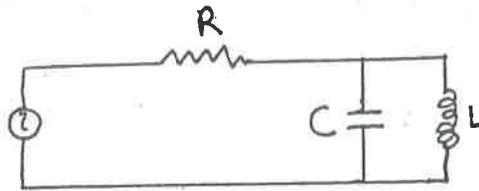

FIGURA 2
5.- El generador de un circuito suministra una corriente de voltaje eficaz  $200\text{ V}$  con una frecuencia angular (pulsación) de  $100\text{ rad/s}$ . Los valores de la resistencia, el coeficiente de autoinducción de la bobina y la capacidad del condensador, dispuestos tal como se indica en la **Figura 2**, son  $R = 300\ \Omega$ ,  $L = 4\text{ H}$  y  $C = 50\ \mu\text{F}$  respectivamente. Calcúlese: